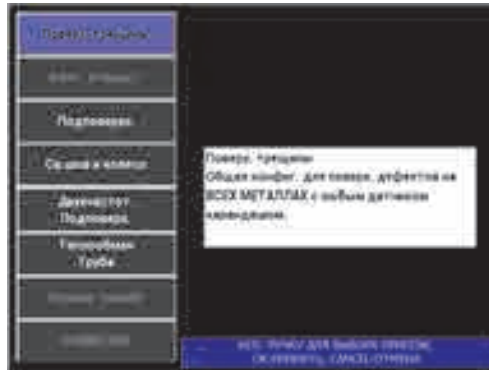

Рис. 5-2 Выявление поверхностных трещин
2. Нажмите клавишу меню ADV SETUP (), затем клавишу A (**APPL SELECT**), чтобы открыть меню выбора приложений. С помощью ручки регулятора выберите **Surface Cracks** (Поверх. дфкт) и нажмите  для подтверждения (см. Рис. 5-2 на стр. 127).